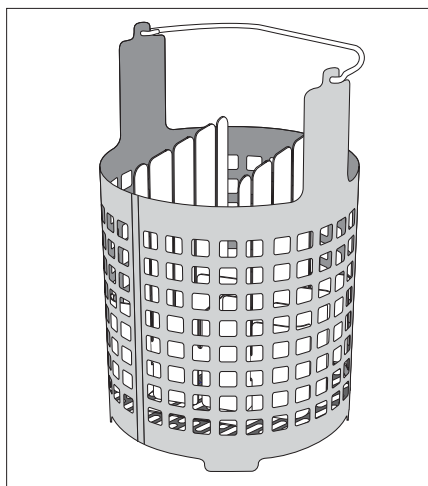

図 6
- 2) 組み立てた仕切りスタンドをバスケットに入れます。（図 6）